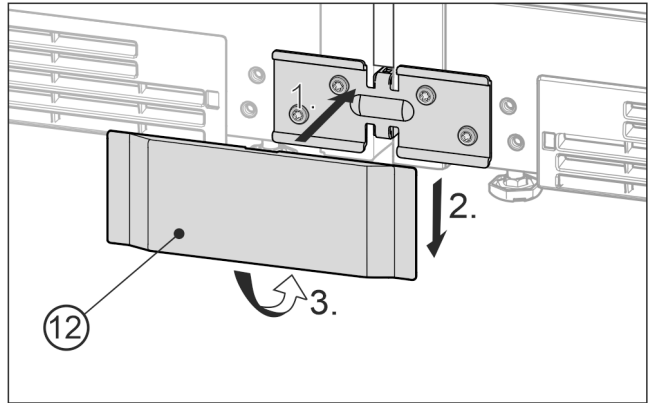

Fig. 25 Näitlik kujutis
- ▶ Pange alumine kate Fig. 25 (12) eestpoolt nurgikule Fig. 25 (1), lükake alla Fig. 25 (2) ja fikseerige alt Fig. 25 (3).